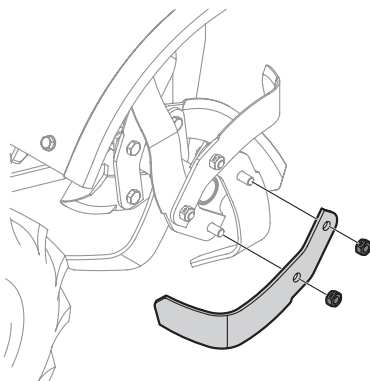

Figure 24
1. Retirez les deux écrous qui retiennent la dent aux boulons de l'ensemble de dents. Au besoin, utilisez une huile pénétrante pour desserrer les écrous. Voir Figure 24.